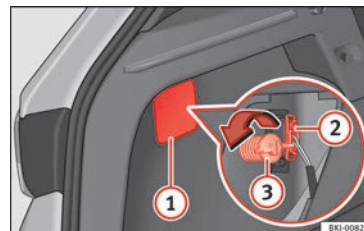
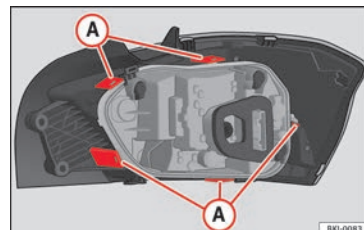

Fig. 118 Maletero: acceso al tornillo de fijación de la unidad de luz trasera.
Fig. 119 Lengüetas de fijación en la parte posterior de la unidad de luz trasera.
3. Retire la tapa haciendo palanca con el lado plano de un destornillador en el rebaje » fig. 118 ① .
4. Extraiga el conector de la lámpara ② .
5. Desenrosque con la mano o con ayuda de un destornillador el tornillo de fijación del piloto ③ .
7. Desmonte el portalámparas desbloqueando las lengüetas de fijación » fig. 119 A .